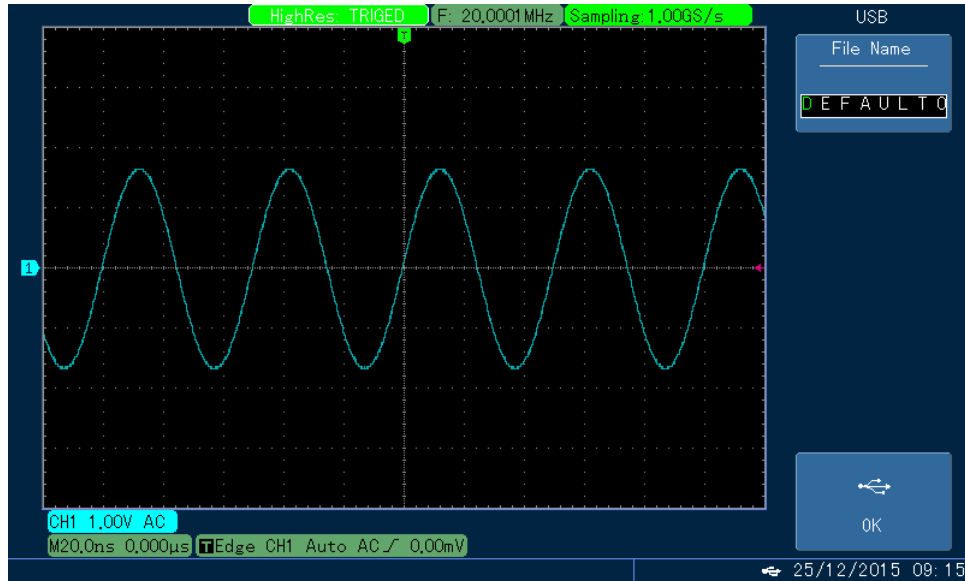

Fig. 3-14 USB 디스크에 비트맵파일 저장
6. **[F5]** 키를 눌러 "Pass / Fail 메뉴"의 두 번째 페이지로 들어갑니다. **[F2]** 키를 눌러 Stoppage Setting menu 로 들어갑니다. 이어 **[F1]**, **[F2]** 키를 각각 누르고 정지 유형 및 정지 조건을 설정합니다. 그런 다음 "MULTIPURPOSE" 노브를 사용하여 임계 값을 설정 한 후 설정을 완료하고, Fig 3-14 와 같이 **F5** 를 누르면 "Pass / Fail"메뉴로 돌아갑니다.